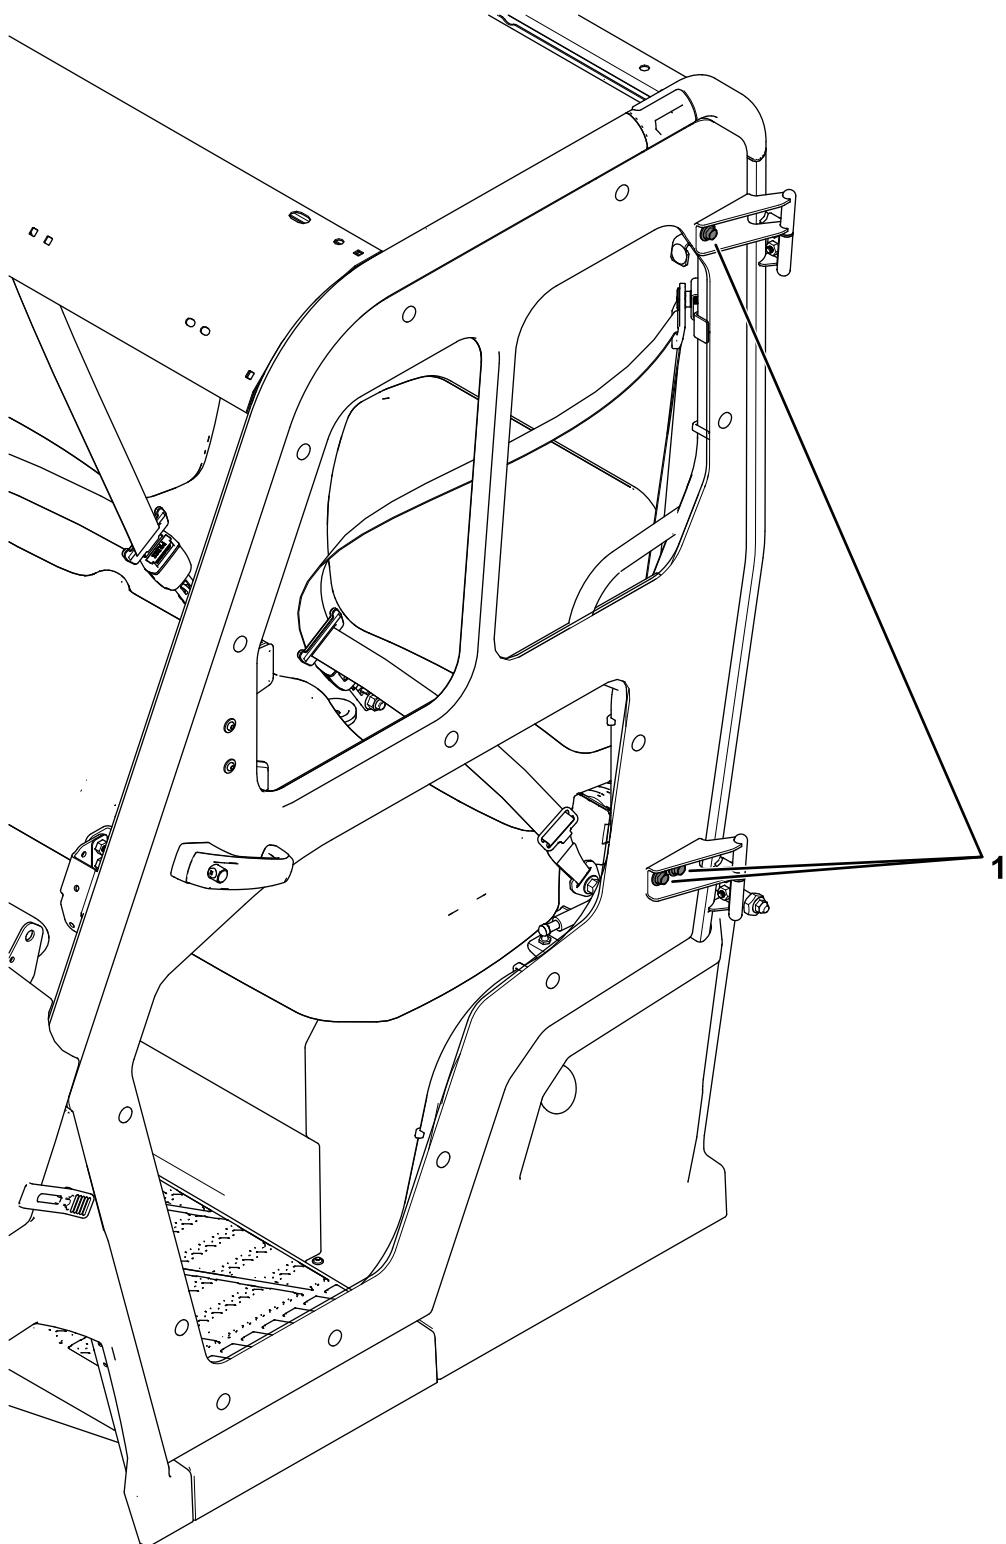

Bild 7
4. Lösen Sie die 3 Sechskantschrauben des Türscharniers (Bild 7).
Ziehen Sie dann die 3 in Bild 7 abgebildeten Sechskantschrauben (M8 x 25 mm) des Türscharniers auf ein Drehmoment von 26 N·m fest.